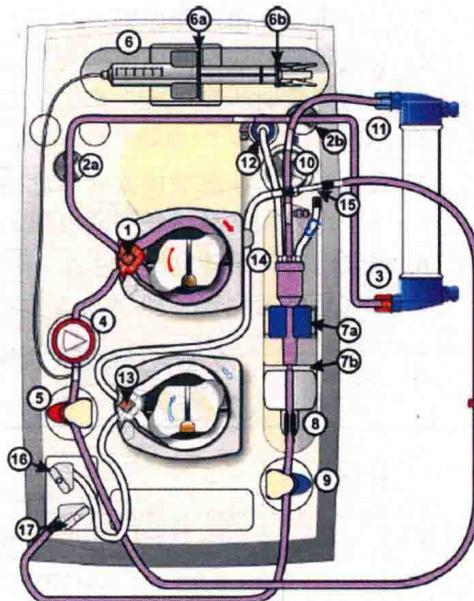

图 1-2 血液透析管路
2) 打开泵门，打开管路外包装，取出动脉管路，将较粗的动脉引导管插入图 1-2①直到血泵发出提示音“咔”为止。
3) 在图 1-2④处安装动脉压力监测器，将动脉压力监测器下端 3cm 管路放入图 1-2⑤动脉闭塞夹中。
5) 将血泵上端动脉管路分别拉直放入图 1-2②a、②b 处，末端相连于图 1-2③(管路无打折、连接处无松动)。
1) 取出静脉管路将静脉壶放入空气监测器卡槽图 1-2⑦a，静脉壶下端拉直分别卡入图 1-2⑦b、⑧、⑨ 中，剩余管路沿泵门由内向外挂于泵门上。
2) 将静脉壶上安全夹推至根部扶正、夹紧，拧紧小帽，连接静脉压力监测器于图 1-2⑫处，将静脉壶以上管路拉直夹入图 1-2⑩处，末端与血液透析器图 1-2⑪相连(管路无打折、连接处无松动)。
(3) 置换液管路安装
1) 取出置换液管，将置换液引导管插入图 1-2⑬中，直到置换液泵发出信号音“咔”，置换液引导管上方细管卡入图 1-2⑭处，末端与动脉管上管路接头处(图 1-2⑮)相连。
2) 拔出置换液端口锁扣(蓝色)并逆时针将其旋转 90°，将置换液接头推入置换液端口(图 1-2⑯)并使其紧固，将锁扣转回压住置换液接头。
3) 取出冲洗接头并连接到静脉管路上，拔出冲洗端口锁扣(灰色)并逆时针将其旋转 90°，将冲洗接头推入端口，将锁扣转回并压住冲洗接头(图 1-2⑰)。